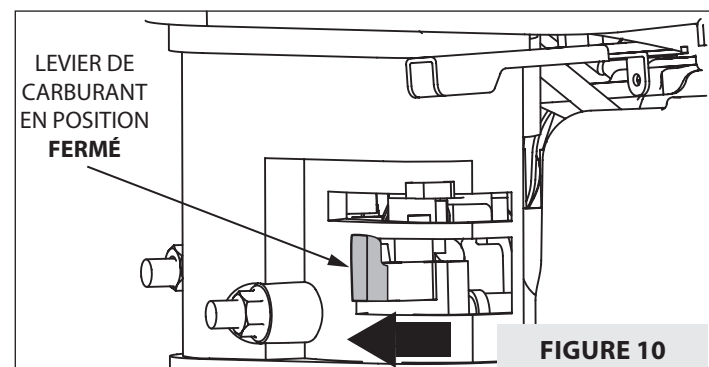

FIGURE 10
3. Mettre le levier de carburant en position **FERMÉ**. **VOIR FIGURE 10.**